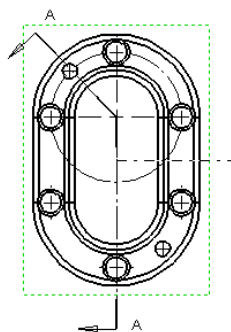
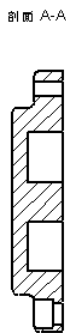

图 8-96 视图模型
图 8-97 左视图模型
**04** 在菜单栏中选择“插入”→“工程图视图”→“剖视视图”命令，或者单击“工程图”工具栏中的“剖视视图”图标按钮，弹出“剖面视图辅助”属性管理器，在“切割线”选项中单击对齐按钮，在视图中放置切割线，如图 8-96 所示。单击确定按钮，剖面视图如图 8-97 所示。